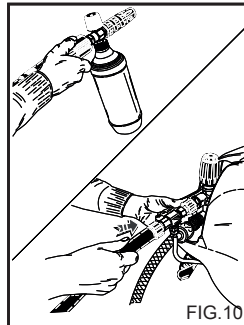

FIG.10
## ANWENDUNG DES SETS FÜR DIE REINIGUNGSMITTELABSUGUNG (Sonderzubehör) (Fig. 10)
2) Die Verlängerung vom Griff entfernen und die Doppellanze oder die Lanze mit verstellbarem Düsenkopf einsetzen, den Hochdruckreiniger einschalten, den Schalter zum Absaugen des Reinigungsmittels an der Lanze bedienen (Fig. 10, 12) und die zu reinigende Oberfläche von unten nach oben einsprühen. Das Reinigungsmittel für einige Minuten einwirken lassen.